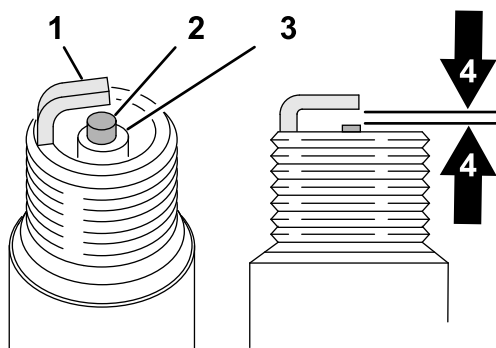

Figure 154
1. Examinez le centre des bougies (Figure 154). Si l'isolateur est recouvert d'un léger dépôt gris ou brun, le moteur fonctionne correctement. S'il est couvert d'un dépôt noir, c'est généralement signe que le filtre à air est encrassé.